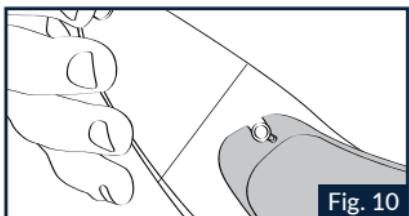

Fig. 10
1.4. Inserire un lato del visierino interno PINLOCK® in uno dei due perni della visiera e tenerlo in posizione (Fig.10).